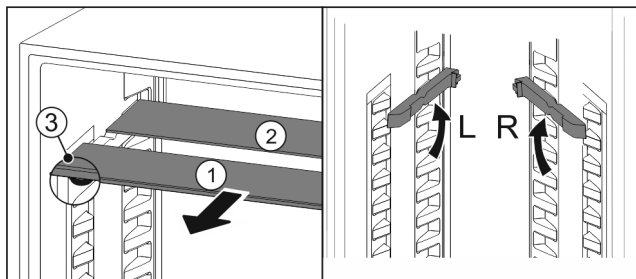

Fig. 97
- ▶ Extrageți Fig. 97 (1) pe rând plăcile de sticlă spre înainte.
- ▷ Placa de sticlă Fig. 97 (1) cu șipca decorativă se află în față.
- ▷ Opritoarele Fig. 97 (3) indică în jos.